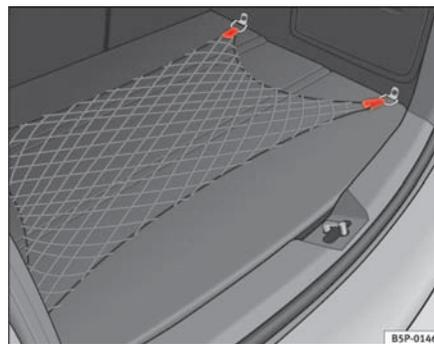

Fig. 105 Red portaobjetos maletero
- Utilice las anillas de amarre existentes en los laterales del maletero, para fijar la red portaobjetos ⇒ página 140, fig. 105